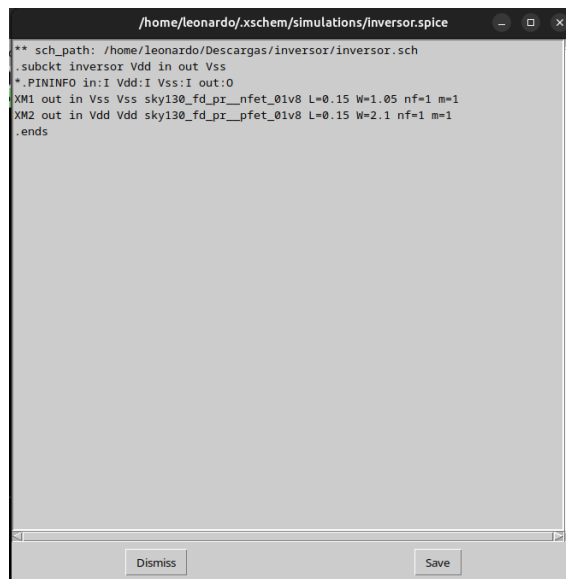

Figura 41: Netlist para realizar la comparación en el LVS.
3. Hacer click en Netlist y se mostrará el texto de la figura 41. Copiar resultado en un editor de texto y guardar archivo con el siguiente nombre: **inversor_schema.spice**.